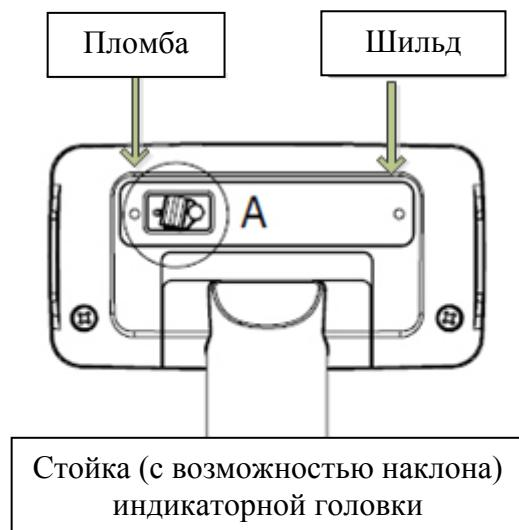

Рисунок 14.1 – Расположение поверочной пломбы весов
- Продеть пломбировочную проволоку с пломбой через поверочный винт и в ушко пластины (см. рисунок 14.1 и 14.2).